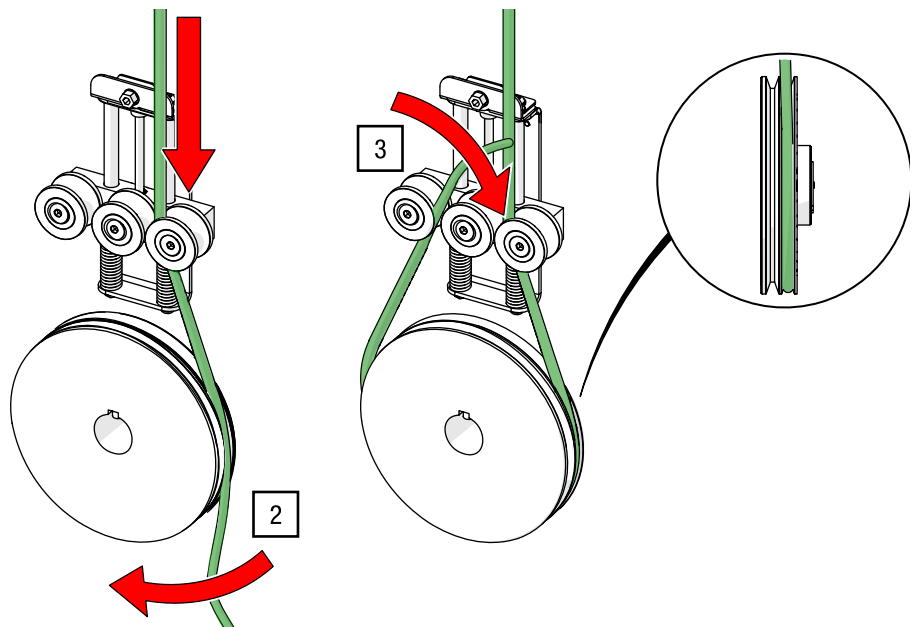

Abb. 127: Seil um innere Rille der Treibscheibe legen
2. Führen Sie das aus dem Schienenverlauf kommende Zugseil über die Innenseite der rechten Führungsrolle der Spanneinheit auf die innere Rille der Treibscheibe (siehe Abb. 127).
3. Führen Sie das Zugseil um die Treibscheibe herum und über die mittlere Führungsrolle der Spanneinheit zurück zur Treibscheibe (siehe Abb. 127).